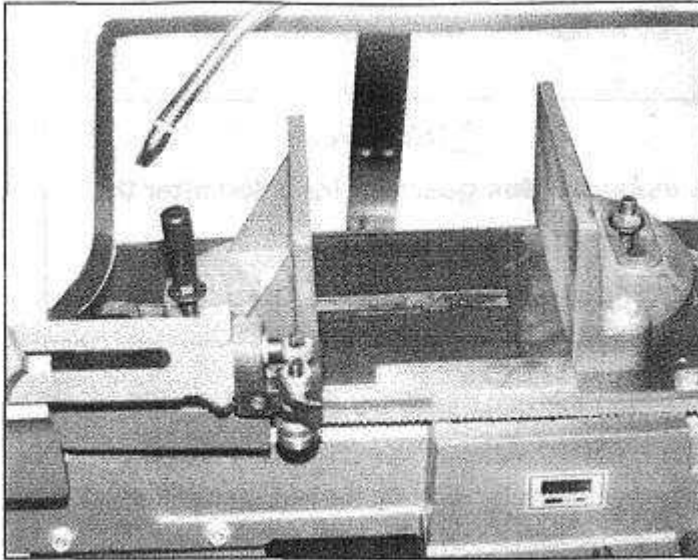

Fig.12
2. Placez une équerre de mécanicien selon l'illustration de la figure 12, l'équerre doit suivre toute la longueur de l'étai et de la lame sans jeu.